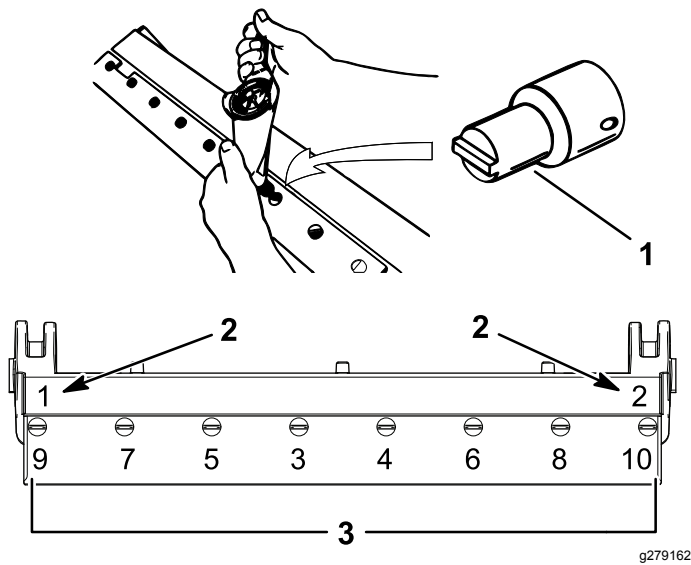

Figura 42
- A. Serrate le 2 viti esterne a 1 N·m; fate riferimento alla Figura 42.
- B. Partendo dal centro della controlama, serrate le viti a 23–28 N·m; fate riferimento alla Figura 42.